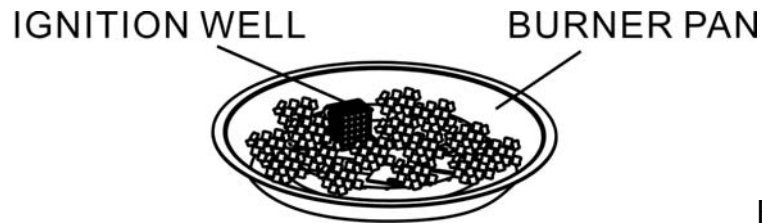

Figura 4
4. Vierta TODOS los medios proporcionados (hielo del fuego) en la cacerola del quemador. El quemador DEBE estar completamente cubierto para asegurar la función de appliance correctamente y sin peligro. Quite cualquier hielo del fuego encima del pozo de ignición. Ver la figura 4.